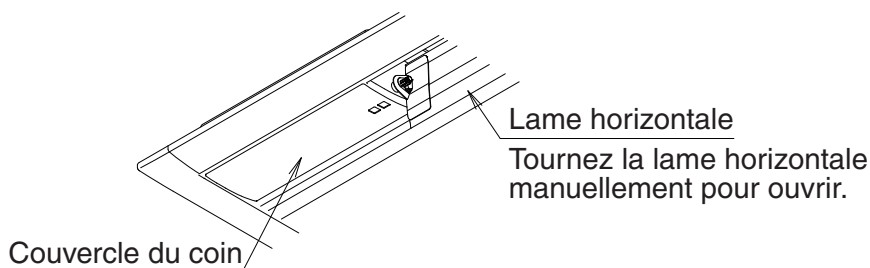

Fig. 15
- Afin de régler la hauteur de l'unité intérieure à partir du trou du coin avec le panneau décoratif attaché, retirez le couvercle du coin du panneau décoratif. **(Reportez-vous à la Fig. 15)**